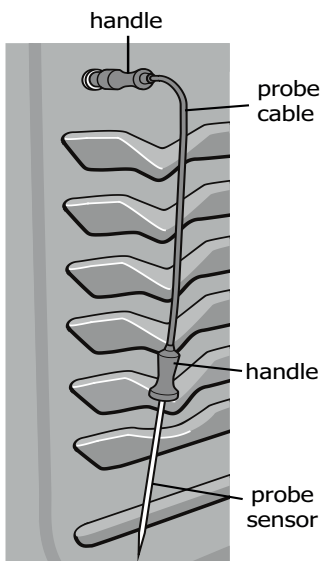

Figure 31 : Utilisation de la sonde
Ne jamais retirer la sonde en tirant sur le cordon ou les poignées avec un ustensile de cuisine. Toujours insérer et retirer la sonde à l'aide des poignées comme indiqué en Figure 31; toujours utiliser une poignée pour protéger les mains des brûlures.
2. Brancher la fiche de la sonde à fond dans la prise tandis que le four est toujours frais. La prise est située sur la paroi avant gauche du four (voir Figure 31).